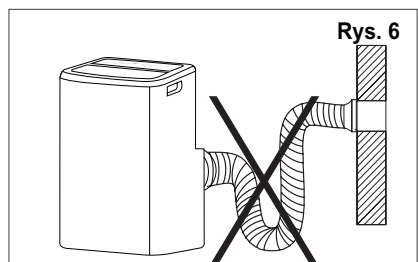

**Rys. 4**
3. Zamocować element przejściowy A w urządzeniu A (rys. 4).